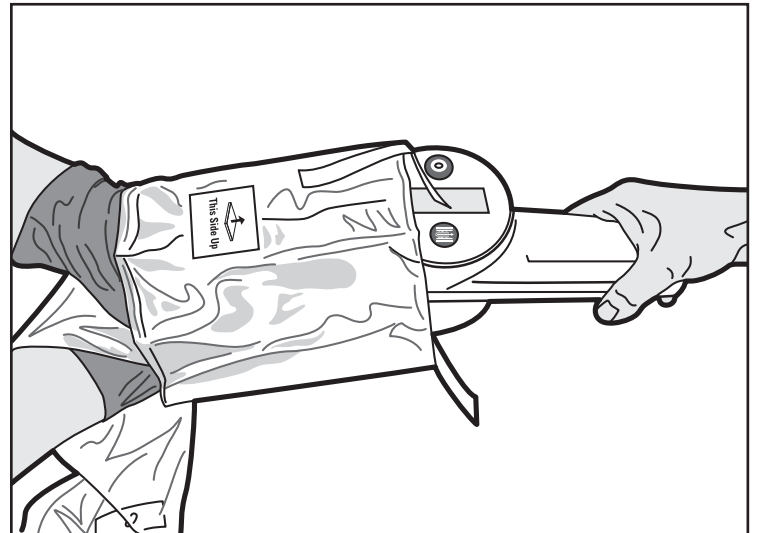

Figure 4. Insertion de la MDU5 PLUS
5. L'opérateur hors du champ stérile place alors la MDU5 PLUS dans l'ouverture, dans une position telle que le dessus de l'unité soit alignée avec l'étiquette « This Side Up » (Ce côté vers le haut) se trouvant sur la poche (figure 4).